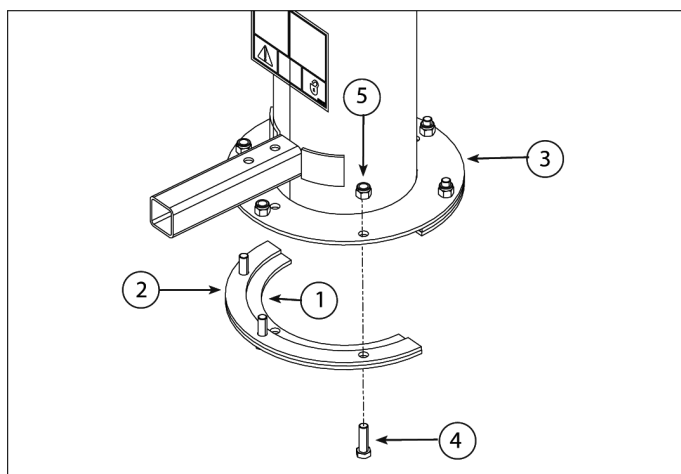

Рис. 2.5. Монтаж разгрузочной трубы
1. Прикрепите одно зажимное кольцо (1) и одно промежуточное кольцо (2) к основанию разгрузочной трубы (3) при помощи трех болтов 3/8 x 1-1/4 дюйма (4) и самоконтращихся гаек «nylock» (5). Затяните гайки, оставив зазор 1/16 дюйма (1,6 мм) для облегчения крепления трубы к фланцу. См. рис. 2.5.